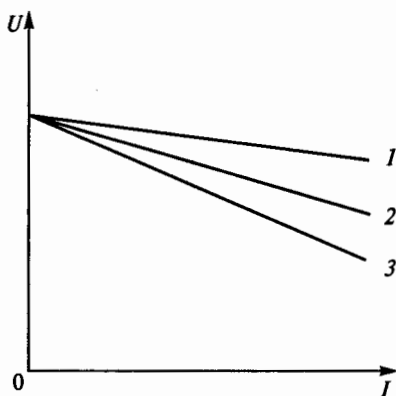

Рис. 232
**9.77.** Синхронный генератор работает на отдельную активно-индуктивную нагрузку. В каком соотношении находятся коэффициенты мощности потребителей, при которых генератор имеет внешние характеристики, приведенные на рис. 232?